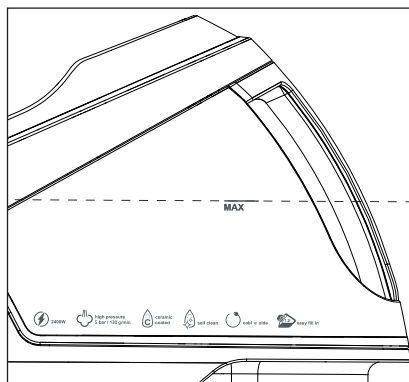

Fig. 3
- 3) Remplissez le réservoir à eau ⑦ au maximum jusqu'au repère **MAX** (voir fig. 3). Videz la quantité d'eau versée en trop en utilisant l'orifice de remplissage. La quantité de remplissage maximale du réservoir à eau ⑦ est d'env. 1,2 L.